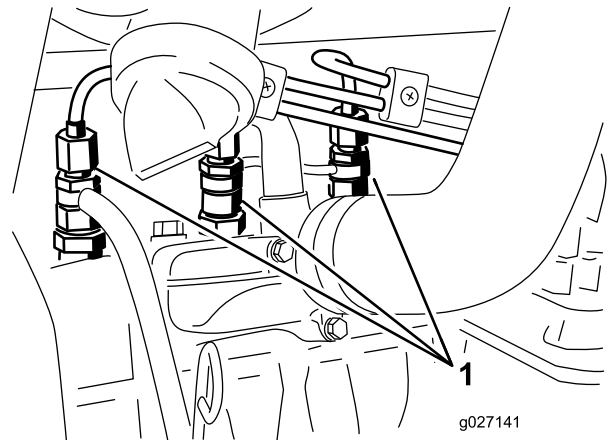

Figura 60
1. Allentate il raccordo dell'ugello n. 1 ed il gruppo portaugelli (Figura 60).